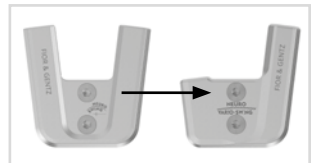

Fig. 34
- 4 Monte la unidad funcional de la articulación de sistema deseada en la anchura de sistema correspondiente (véase ejemplo fig. 34).